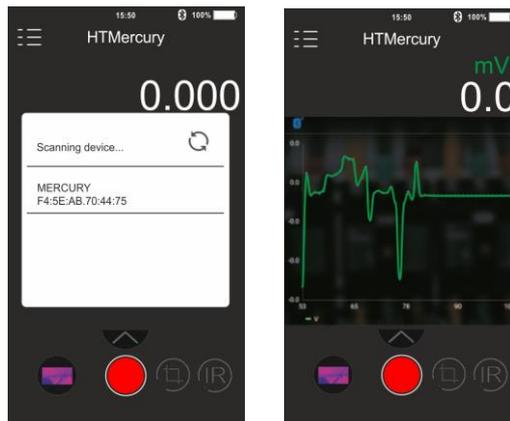

Fig. 44: Comunicación con APP HTMercury
4. Realice la búsqueda del instrumento sobre la APP (ver Fig. 44 – parte izquierda)
5. La visualización en tiempo real de la señal de entrada en el instrumento aparece en el dispositivo móvil (ver Fig. 44 – parte derecha) y es posible guardar capturas y activar/guardar registros desde los menús internos de la APP. Es posible además guardar capturas de imágenes termográficas e insertar sobre estas objetos para el análisis avanzado (ver Fig. 45). Vea l'ayuda en línea de la APP para más detalles.